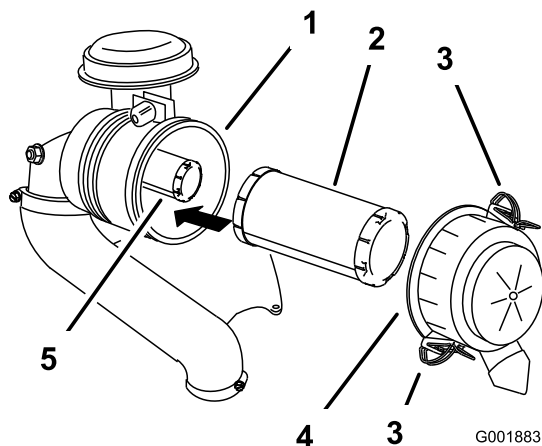

Figura 37
4. Rilasciate i dispositivi di fermo del filtro dell'aria e togliete il coperchio dal corpo del filtro (Figura 37).
6. Estraete con cautela il filtro primario dal corpo del filtro dell'aria (Figura 37).
2. Se sostituite il filtro interno, inseritelo con cautela nel corpo del filtro (Figura 37).
3. Montate con cautela il filtro primario sul filtro interno (Figura 37).
4. Montate il coperchio del filtro dell'aria ed i dispositivi di fermo (Figura 37).